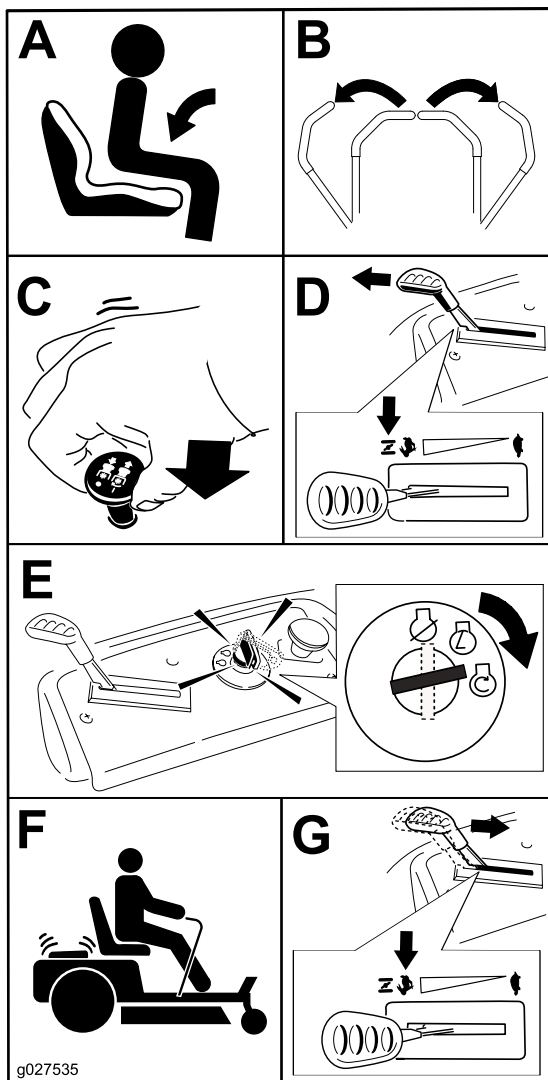

Figura 23
**Nota:** Può essere necessario tenere la leva sullo stop, nella posizione dello starter, nel tentativo di avviare il motore (Figura 23).
1. Disinserite le lame spostando il comando delle lame in posizione di SPEGNIMENTO (Figura 23).